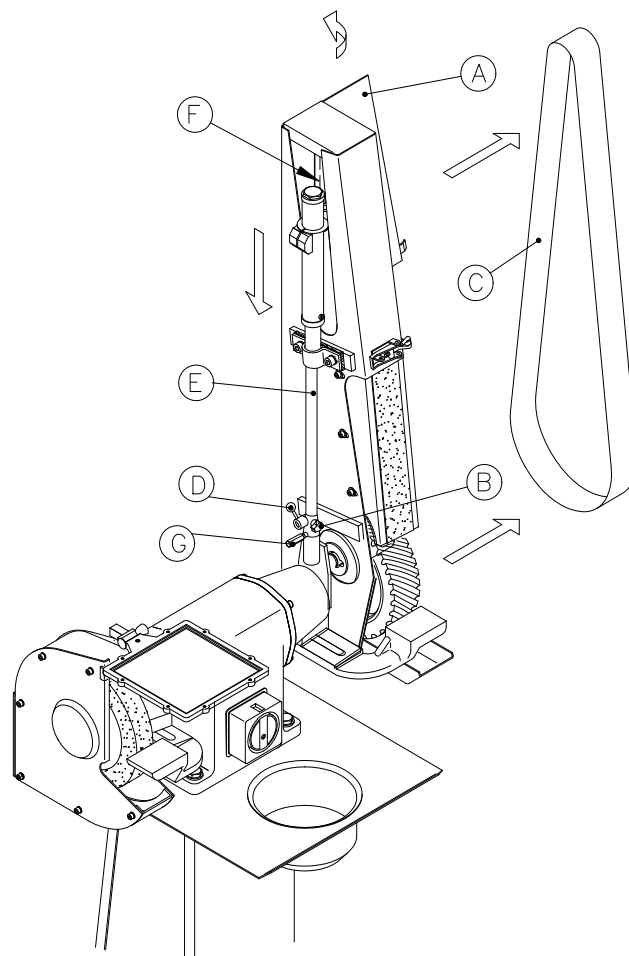

Fig. 3.2
När slipbandet är slitet måste det bytas vilket sker på följande sätt: Den övre täckplåten (A) (se Fig. 3.2) på kåpan, korshandtaget (B) och handtaget (D) lutas bakåt. Trycket på slipbandet (C) lättas så att det kan tas av, och ett nytt slipband monteras i omvänd ordningsföljd. Kontrollera att pilarna på bandets baksida överensstämmer med rotationsriktningen. När det nya slipbandet monteras måste dess spårning justeras med handtaget (G). Bandet lossas så att teleskoparmen (E) och övre rullen (F) kan vridas tills bandet löper perfekt på kontaktrullen. Dra då fast tandtaget (G).